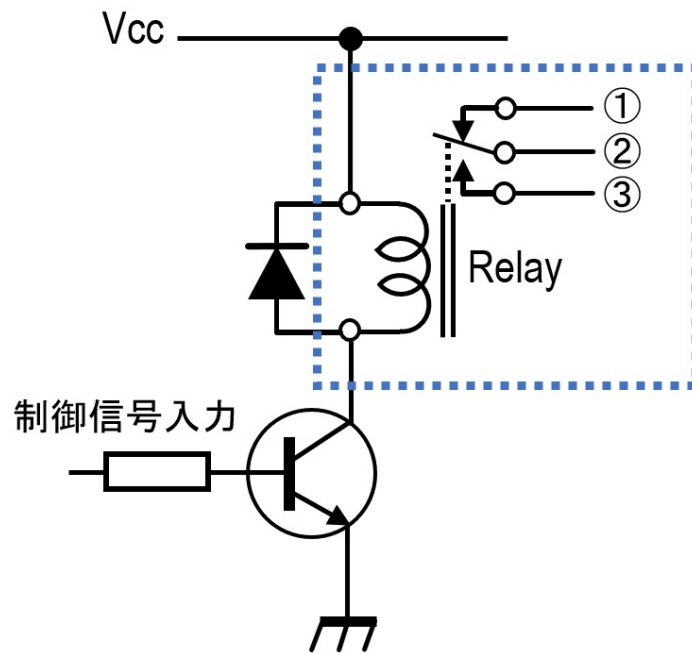

図3 トランジスタによるリレーの駆動回路
(2) 切り替わりに要する時間
メカニカルリレーによるスイッチングは、トランジスタで図3のようにドライブして ON/OFF 制御を行います。ドライブを行うベースに電圧が加わるとベース電流(I_B)が流れ、スイッチングとして使われているトランジスタが ON します。トランジスタが ON するとリレーの駆動コイルに電流が流れ、それが電磁石となりリレーの接点がカチンと音を立てて③の接点につながります。このとき、接点が機械的に切り替わりますのでそこには物理的な時間の遅延を生じることになります。小型メカニカルリレーでは 10ms 以下ですが、大型リレーでは数 10ms ほど要することになるようです。